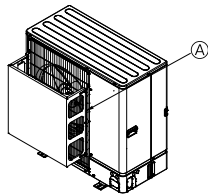
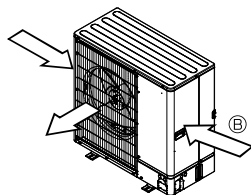

Fig. 2-5
Fig. 2-6
- ② Installieren Sie eine als Sonderzubehör erhältliche Luftauslassführung, wenn die Anlage an einem Aufstellort installiert ist, an dem die Gefahr besteht, dass starker Wind direkt in die Luftaustrittsöffnung bläst. (Fig. 2-5)
- ③ Luftauslassführung
- ④ Bringen Sie die Anlage so an, dass die Abluft aus der Luftaustrittsöffnung im rechten Winkel zu derjenigen Richtung geführt wird, aus der saisonal bedingt starker Wind bläst. (Fig. 2-6)
- ⑤ Windrichtung